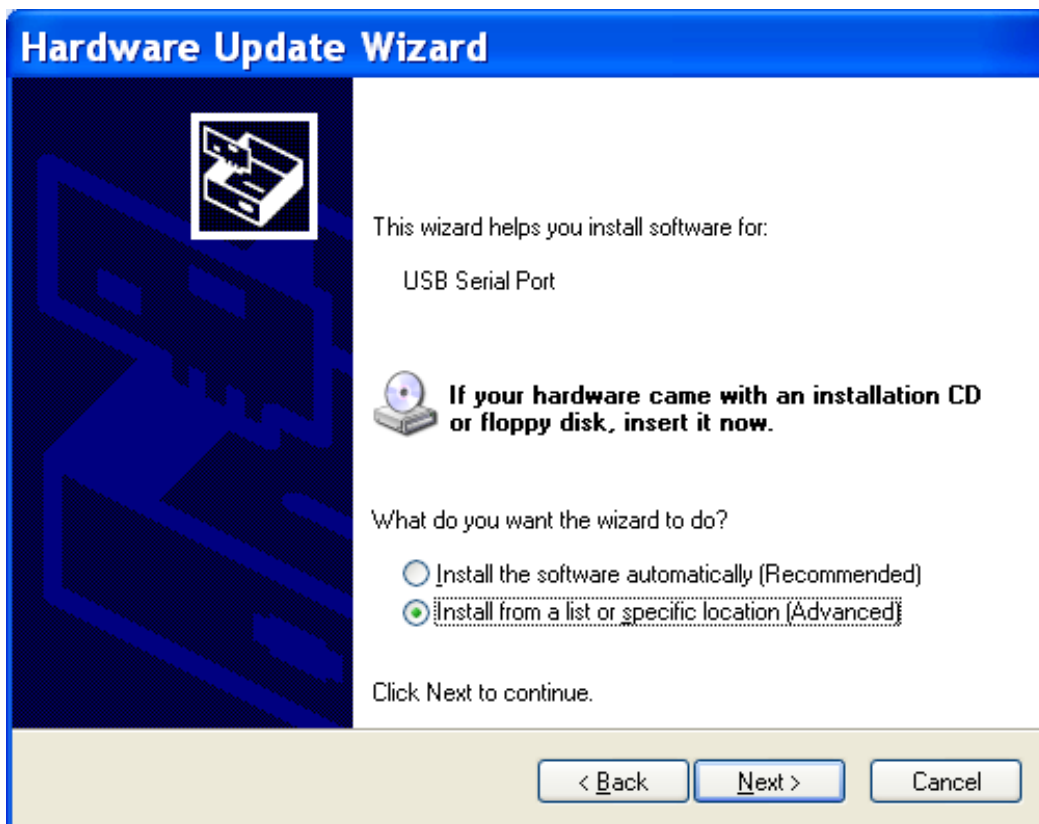

Figure 56 : Écran d'installation du « Hardware Update Wizard » (Assistant de mise à jour matériel)
2. Sélectionnez **No** (Non) et cliquez sur **Next** (Suivant). Un écran similaire à celui de la Figure 56 apparaît.